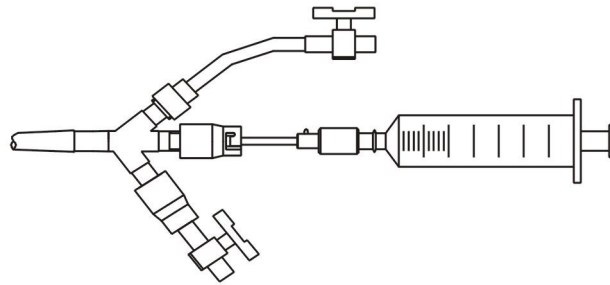

Abb. 6 Spülen Sie das Innenrohr
- 1) **Spülen Sie das Innenrohr mit heparinierter Kochsalzlösung(siehe Abb. 6).**